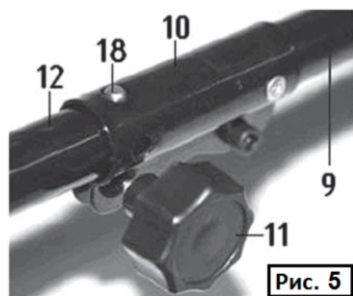

Рис. 5
### 7.3. Соединение верхней и нижней штанг (Рис.5)
7.3.5. Затяните фиксатор муфты (11) до упора. Рис. 5